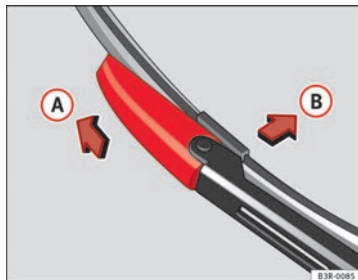

Fig. 185 Extraer la escobilla
- Desplace el elemento de bloqueo de la escobilla en la dirección de la flecha ⇒ fig. 185 **A**. Aguante al mismo tiempo la escobilla.